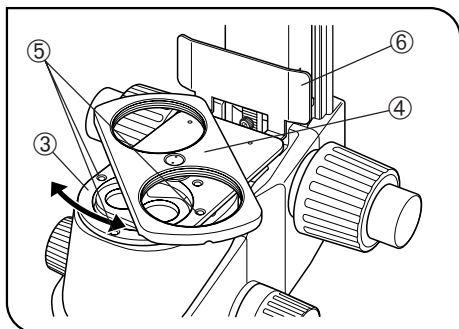

Fig. 28
4. Coloque el soporte del revolver portaobjetivos ③ (con sus soportes para los objetivos ④ mirando hacia arriba) en el lugar en el que estaba el soporte para objetivos, alineando los agujeros de los tornillos. Con la llave Allen (para tornillos M3), fije el soporte del revolver portaobjetivos con los tres tornillos de sujeción proporcionados (M3, 6 mm de largo) ⑤. (Fig. 28)
★ Como los agujeros roscados pueden estar escondidos detrás de los soportes de los objetivos ④, fije el soporte del portaobjetivos al tiempo que lo gira. (Fig. 28)
6. Acople dos objetivos atornillándolos sobre sus soportes correspondientes ④. (Fig. 28)